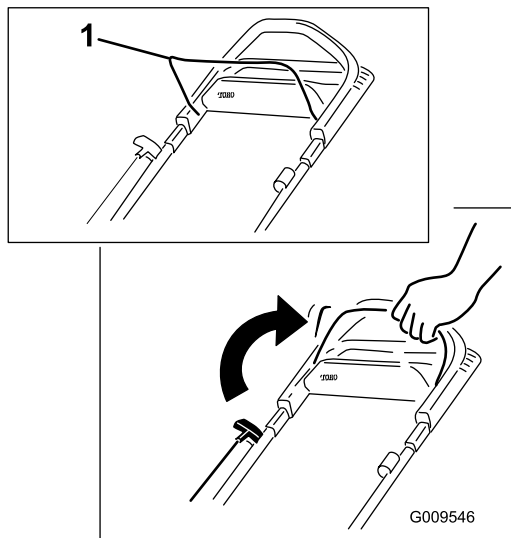

Рисунок 17
1. Удерживайте штангу управления ножом прижатой к рукоятке (Рисунок 17).